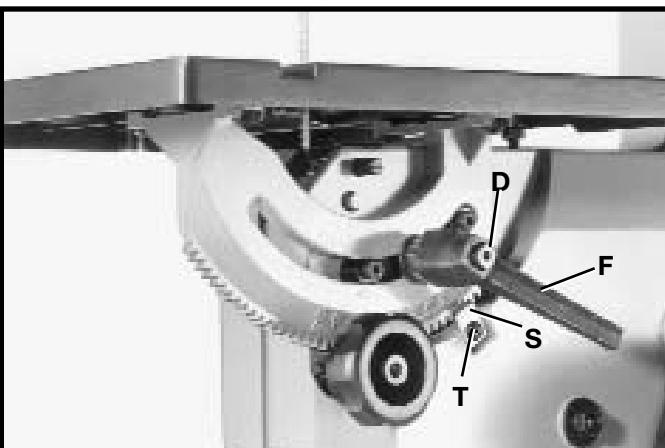

Fig. 11
8. Fixer le pointeur (S) fig. 11, à l'arrière de la scie avec la vis à tête cylindrique M5x.8x10 mm (T).
9. Placer la poignée de verrouillage (F) fig. 4, sur le goujon (G). Placer le ressort (E) fig. 4, à l'intérieur du trou de la poignée de verrouillage et le fixer en place avec une vis (D) comme indiqué à la figure 11. **REMARQUE :** La poignée (F) est à ressort et peut être remplacée sur le goujon en retirant la poignée et la replaçant sur l'écrou.